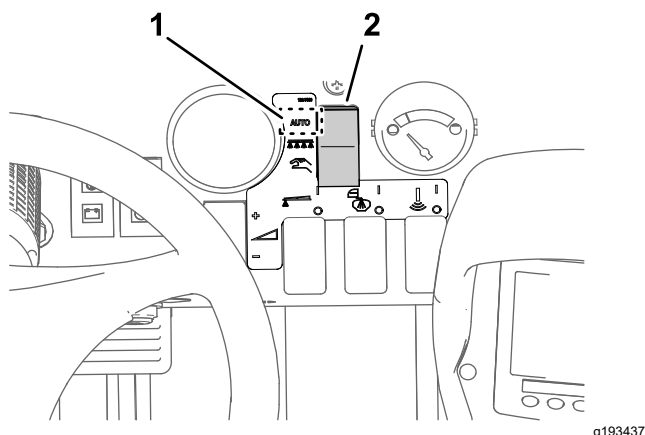

Figure 38
- Placez le secteur de mode du pulvérisateur en position Mode débit d'application (Figure 38).